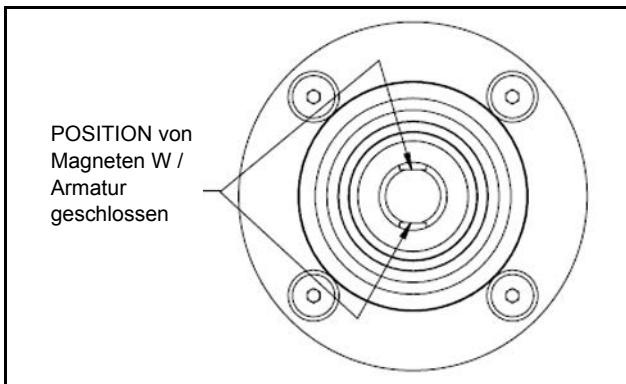

Abbildung 17 Magnet Position mit Ventil geschlossen
5. Sicherstellen, dass die Spannschlossvorrichtung ist parallel zu der Stamm und die Magnete in die geschlossene Ventilstellung (Abbildung 17) und eine Verbindung zum take-off Halterung.